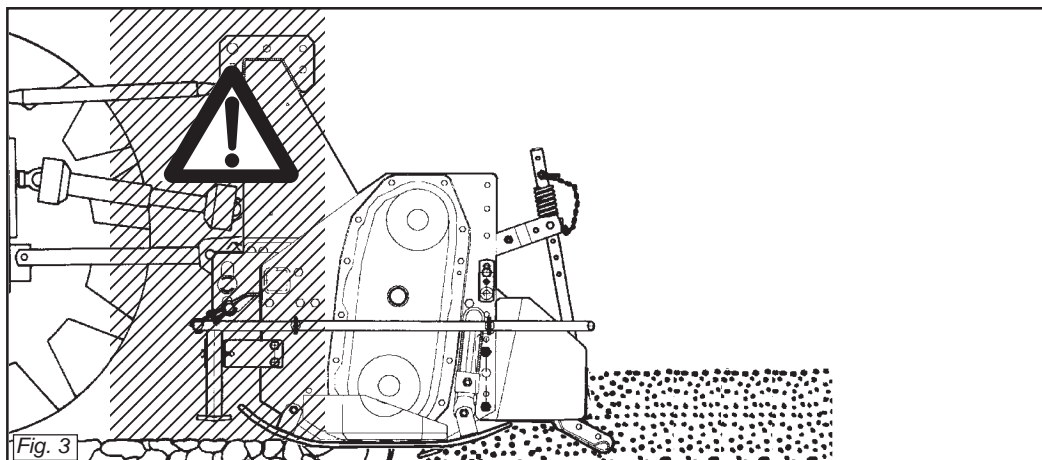

Fig. 3
- 25)** È assolutamente vietato interporre tra il trattore e la macchina (Fig. 3) con motore acceso e cardano inserito nonché senza aver azionato il freno di stazionamento ed aver inserito, sotto le ruote, un ceppo o un sasso di bloccaggio. Mantenersi ad una distanza di sicurezza dalla macchina in lavoro, per possibili lanci di corpi contundenti.
- 25)** *It is absolutely forbidden to stand between the tractor and the machine (Fig. 3) when the engine is running and the cardan shaft is engaged without having first engaged the hand brake and placed a block or stone under the wheels to prevent them from moving.*
- 25)** Es ist absolut verboten, bei laufendem Motor und eingeschalteter Gelenkwelle zwischen den Schlepper und das Gerät zu treten (Abb. 3). Dazu muß die Feststellbremse gezogen werden und unter die Räder ein Bremskeil oder ein großer Stein gelegt worden sein.
- 25)** *Il est absolument interdit de se mettre entre le tracteur et l'appareil (Fig. 3) quand le moteur est en marche et le cardan enclenché, sans avoir tiré le frein de stationnement et bloqué les roues avec une cale ou un caillou. Se tenir à une distance de sécurité du machine en fonctionnement, à cause du lancement possible d'objets contondants.*
- 25)** Está terminantemente prohibido colocarse entre el tractor y el equipo (Fig. 3) con motor encendido y cardán inserido, o sin haber accionado el freno de estacionamiento y de colocar, debajo de las ruedas, una piedra u otro elemento de bloqueo. Manténgase a una distancia de seguridad de la máquina durante el trabajo, porque puede proyectar objetos.
- 29) È assolutamente vietato inteporsi fra il trattore e l'attacco della macchina per manovrare il comando dall'esterno per il sollevamento (Fig. 3).
- 29) It is absolutely forbidden to stand between the tractor and the implement when manoeuvring the lift control from the outside (Fig. 3).
- 29) Es ist absolut verboten, zwischen den Schlepper und den Anschluß zu treten, um die Aushebung von außen zu betätigen (Abb. 3).
- 29) Il est absolument interdit de se mettre entre le tracteur et l'attelage pour manoeuvrer la commande de relevage de l'extérieur (Fig. 3).
- 29) Está absolutamente prohibido colocarse entre el tractor y el enganche para maniobrar el mando desde el externo en la fase de elevación (Fig. 3).